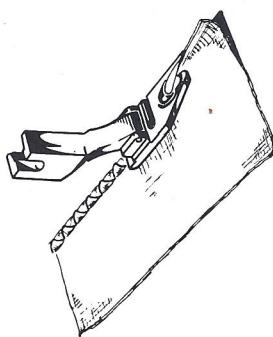

Fig. 40
b) DOBLADILLO ESTRECHO ENROLLADO (Fig. 40)